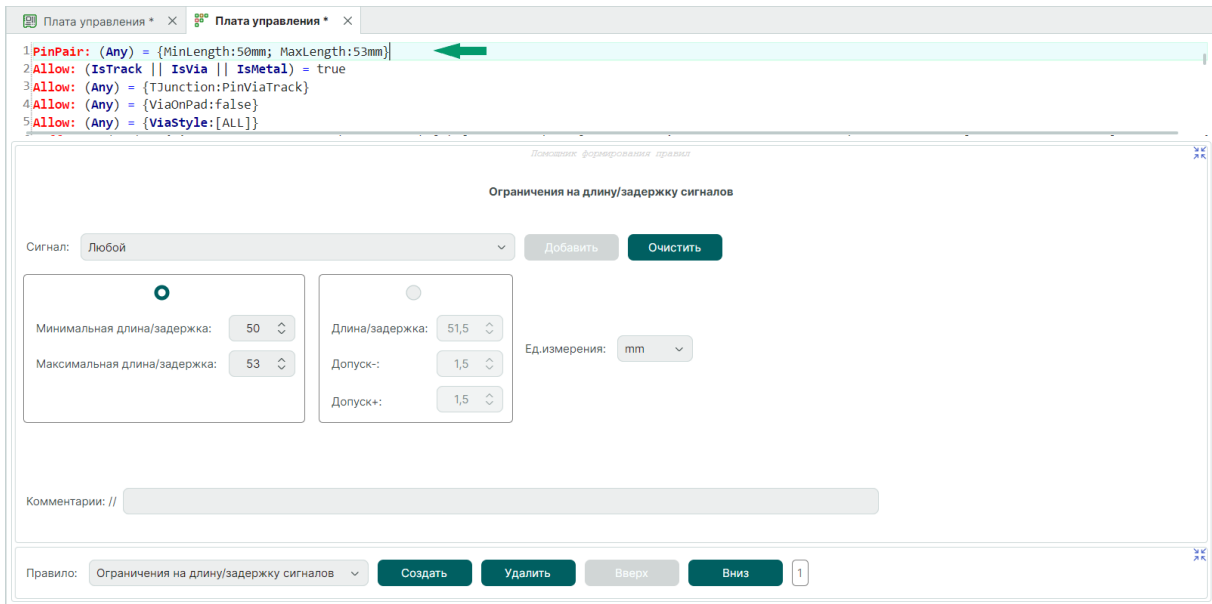

Рис. 386 Пример ограничения на длину/задержку сигналов
2. Добавьте правила, определяющие длину или задержку сигналов в редакторе правил, см. Рис. 386. Подробнее о работе с правилами см. Редактор правил.